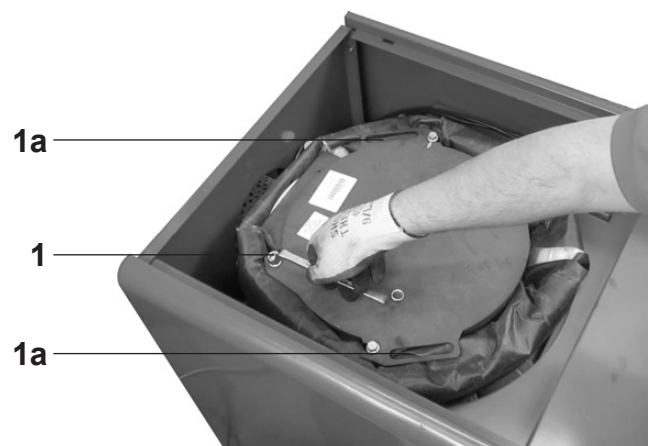

Bild 07
- Vier Schrauben lösen (1, Bild 07).